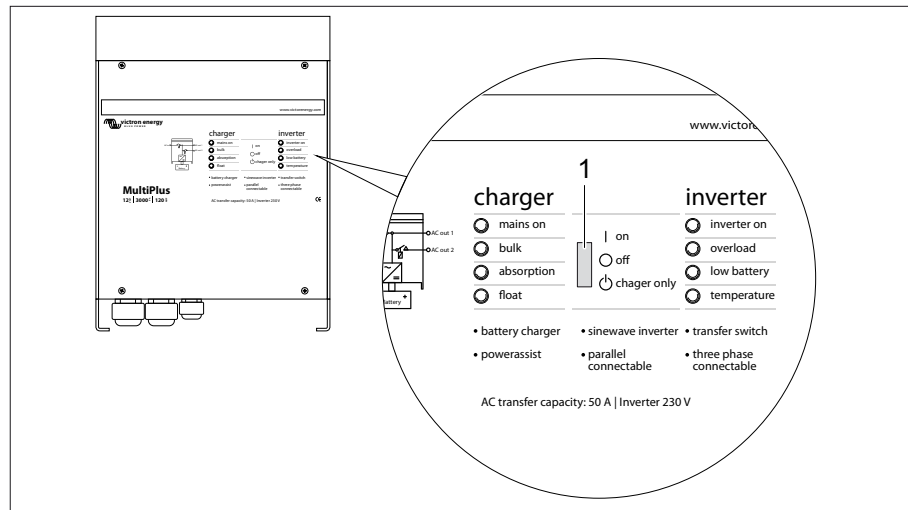

Fig. 238 Onduleur MultiPlus
Pour le fonctionnement correct du panneau Digital Multi Control, l'interrupteur basculant sur l'onduleur MultiPlus (Fig. 238,1) doit se trouver sur "on".
#### Positions de l'interrupteur basculant (Fig. 238,1)
- ▷ Si aucun raccordement 230 V n'est établi et que le véhicule n'est plus utilisé, l'interrupteur basculant (Fig. 238, 1) doit se trouver sur "off". Sinon, il est possible que les batteries soient déchargées au plus tard après 3-4 jours.